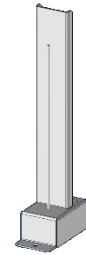

図 11-1
- DO161, DO221 液位ゲージにて確認 (図 11-1)